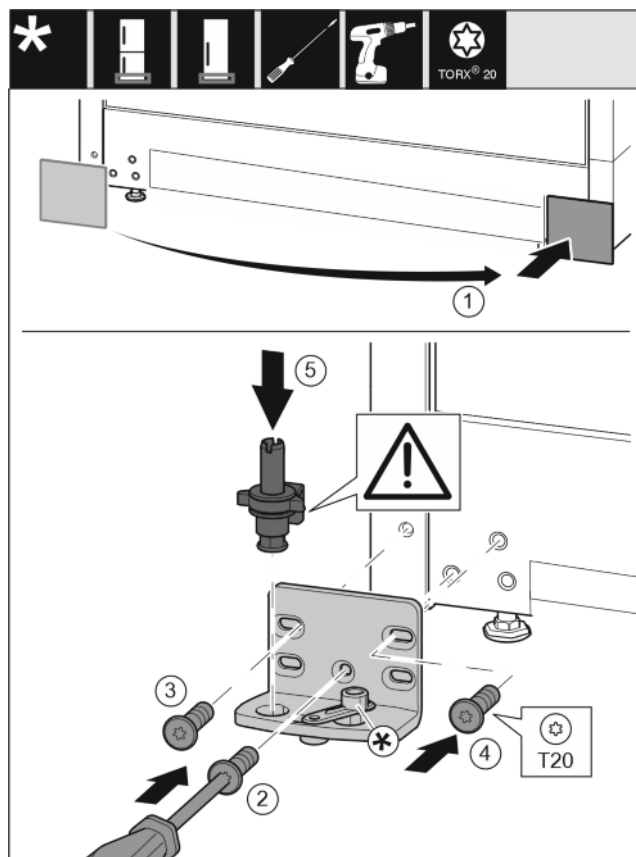

Fig. 15
- ▶ Снимите крышку и установите с другой стороны. Fig. 15 (1)
- ▶ Установите опорный кронштейн с другой стороны и прикрутите с помощью отвертки T20. Начинайте с винта 2 снизу в центре. Fig. 15 (2)
- ▶ Затяните винты 3 и 4. Fig. 15 (3,4)
- ▶ Установите опорный палец в сборе. При этом следите за тем, чтобы выступ фиксатора был направлен назад. Fig. 15 (5)